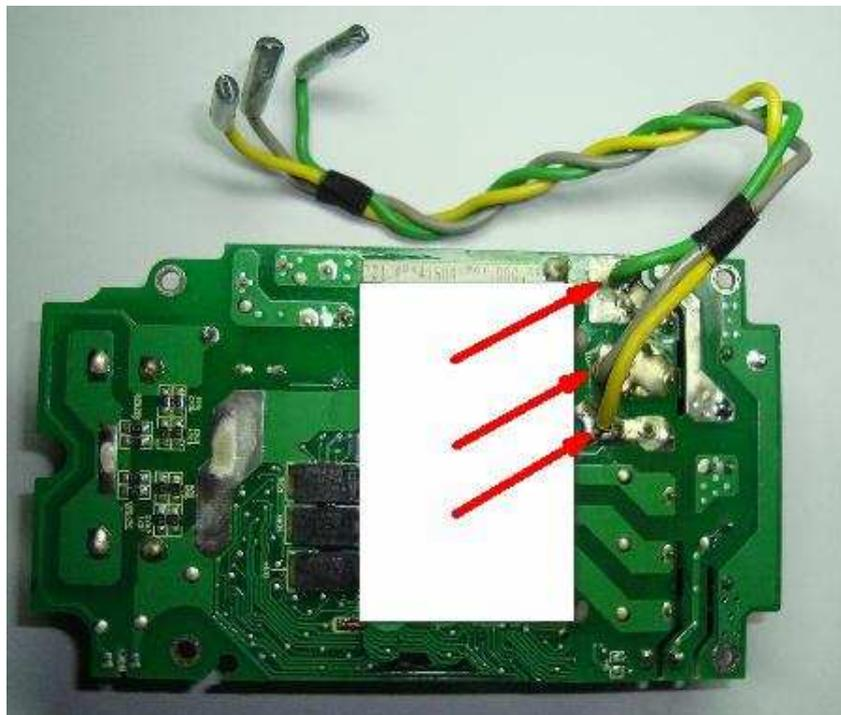

Рис. 7.7
7.3.4. Взять новый жгут №2 (рис.7.7). Запаять в отверстия платы с маркировкой «YELLOW», «GRAY» и «GREEN» наконечники жгута №2 соответствующего цвета (желтый, серый и зеленый,) (рис.7.7).